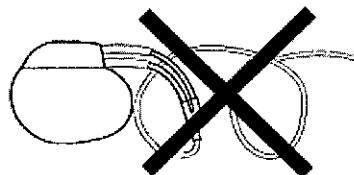

Figura 13. NO enrollar el cable
- NO enrollar el cable. Al enrollar el cable, se puede torcer y desplazar (ver figura 13).